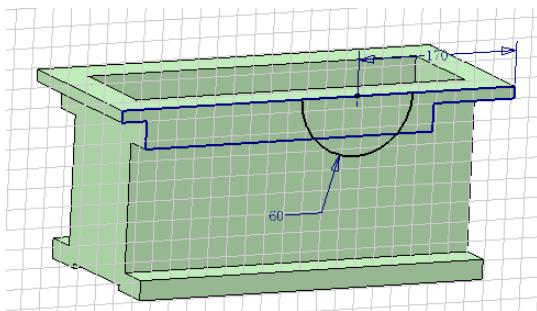
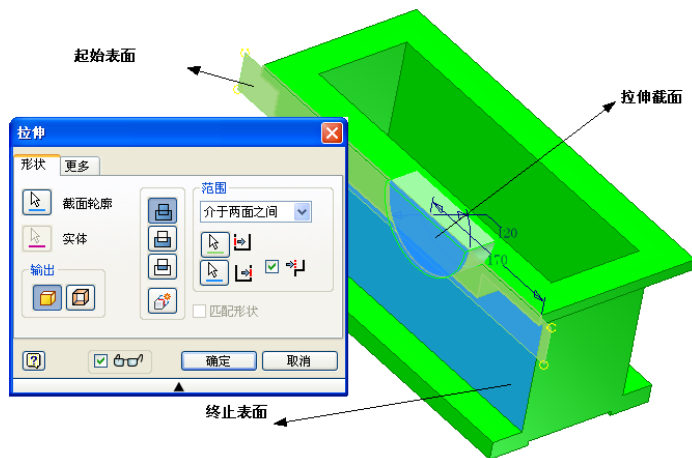

图 9-17 绘制拉伸草图
图 9-18 拉伸示意图
①建立半圆柱形的凸台。在零件上端伸出特征的侧面新建草图，单击【草图】标签栏【绘图】面板的【圆】工具按钮，绘制如图 9-17 所示的半圆形并标注半径尺寸为 60 及其位置尺寸 170。
②单击【草图】标签上的【完成草图】工具按钮，退出草图环境；单击【模型】标签栏【定位特征】面板上的【工作平面】工具按钮，将草图所在平面向外偏移 5 后，创建工作平面，以作为后来造型过程中的参考面。
③单击【模型】标签栏【创建】面板上的【拉伸】工具按钮，打开【拉伸】对话框，选择图 9-17 中的半圆形作为截面轮廓，将终止方式设计为【介于两面之间】，将起始表面设置为新建的工作平面，将终止表面设置为零件的外侧表面，如图 9-18 拉伸示意图所示。